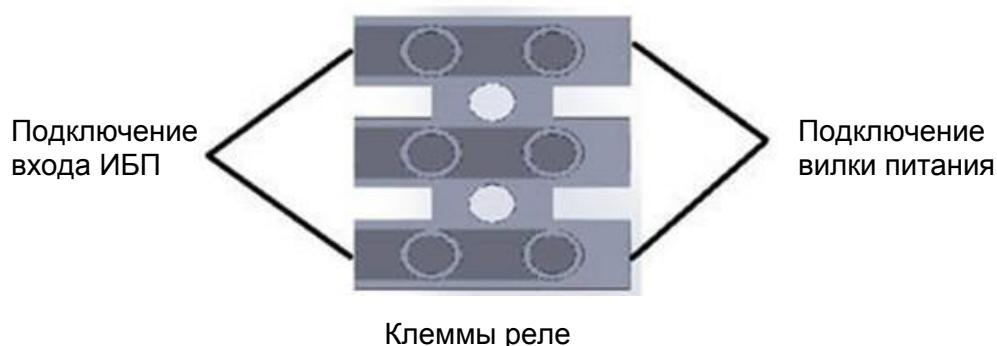
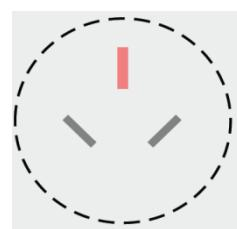

Рис. 10-5 Подключение ИБП и розетки
Рис. 10-6 Тип розетки для ИБП
- Подключите ИБП к сети. Подключите коричневый и синий провода ИБП через реле, как показано на Рис. 10-5, к вилке питания, и затем подключите вилку к сети. Розетка питания показана на Рис. 10-6.